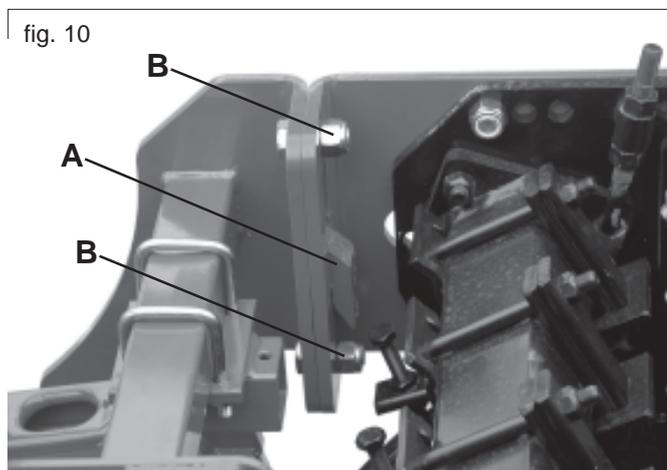

fig. 10
- 5) Utilizando los tornillos suministrados (B, Fig. 10), bloquear el acoplamiento grada rotante y barras de siembra.